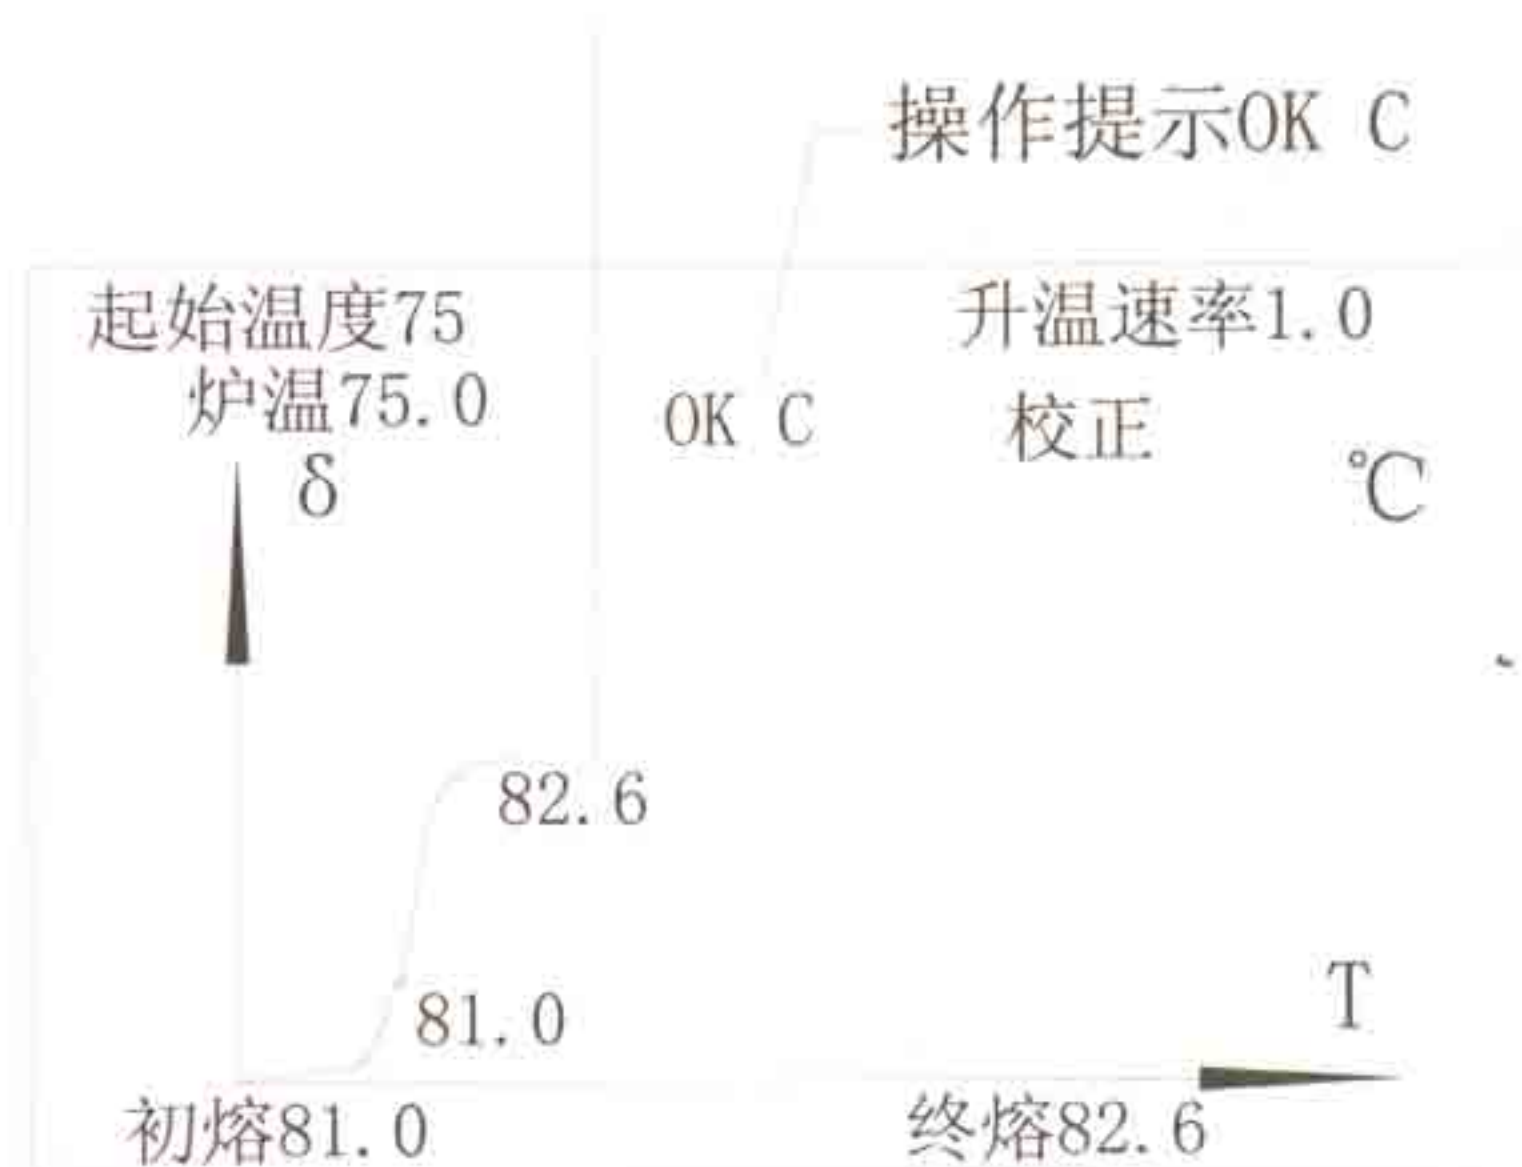

图 14
- ③ 对于 WRS-2，若曲线比较连续、熔距正常即可认为本次测量有效而选择 OK，按“”键；（见图 14）